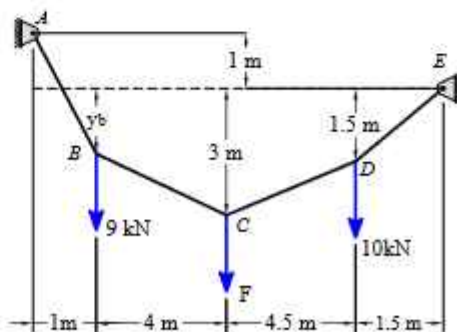

Figura 7.18
7.6 Determinar las tensiones en los cables, la fuerza F y la flecha y_b de la figura 7.18